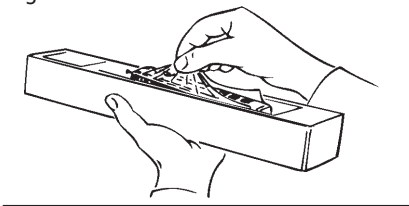

Fig. 2
**Fittings:** Operation is possible with different couplings (fig. 2). We recommend using the Roco close coupling. In the enclosed accessory bag you will find small kits to be fitted on your model. Please **mount them cautiously**.
**Attention!** Use glue only if indicated (fig. 2+3).
**Les attelages:** En vue d'une exploitation pratique sur votre réseau vous pouvez choisir parmi plusieurs types d'attelages conformes aux différents systèmes d'attelage pratiqués en H0 (voir fig. 2). Nous vous recommandons l'emploi de l'**attelage court Roco**. Le sachet joint comprend entre autres des petites pièces de finition conformes à la réalité et à **rapporter avec précaution** par le modéliste (fig. 2+3), si désiré. **Attention:** N'utilisez de la colle qu'aux endroits expressément indiqués aux des-sins!